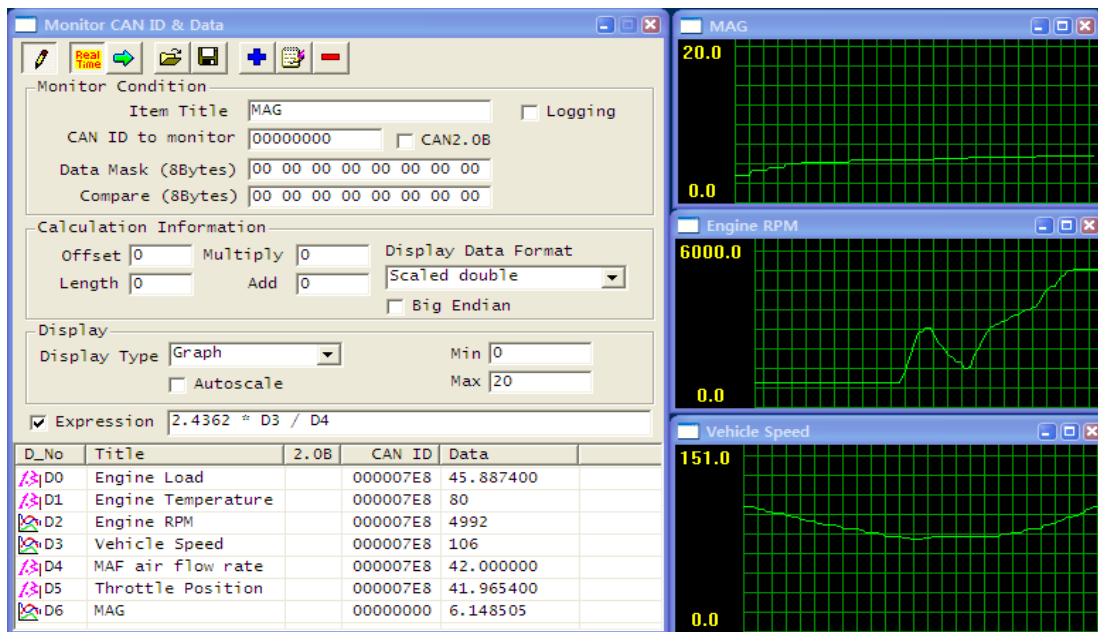

Figure 9: Monitor CAN ID & Data
- 메뉴를 선택하면 Figure 9 과 같은 모니터 화면을 볼 수 있다.
할 수 있다. 예를 들어 Figure 9 의 D6라인의 MAG의 수식은 다음과 같다.